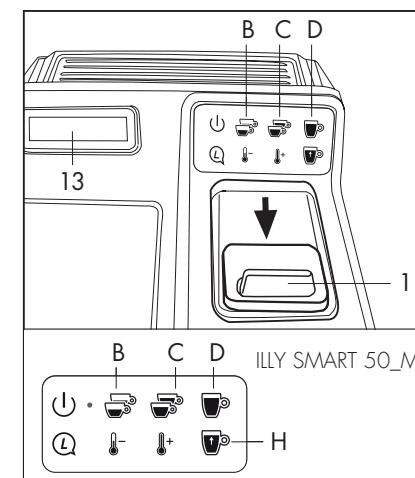

Fig. 14
- Fermer le volet (1).
- Appuyer sur une des touches : (B), (C), (D) ou (H, pour le seul modèle code 10003287) pour activer la préparation choisie et la maintenir enfoncée jusqu'à ce que la dose voulue soit atteinte. **(Fig.14)**
- L'écran (13) affiche le message « en distribution apprentissage ».